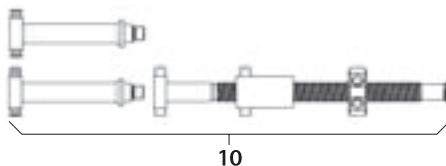

Fig. 14
- Montage du distracteur à broche **10**, voir Fig. 14.